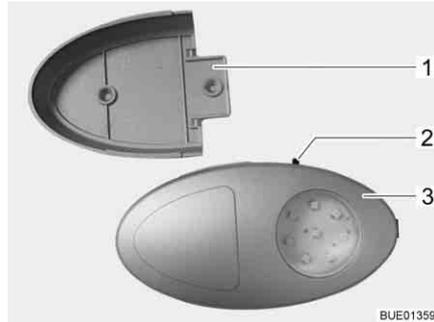

Bild 44 Kleiderschrankleuchte
- ▷ Die Kleiderschrankleuchte kann aus der verschraubten Halterung (Bild 44,1) herausgezogen und als Taschenlampe verwendet werden.
Der Ein-/Ausschalter (Bild 44,2) ist direkt an der Kleiderschrankleuchte (Bild 44,3) angebracht.